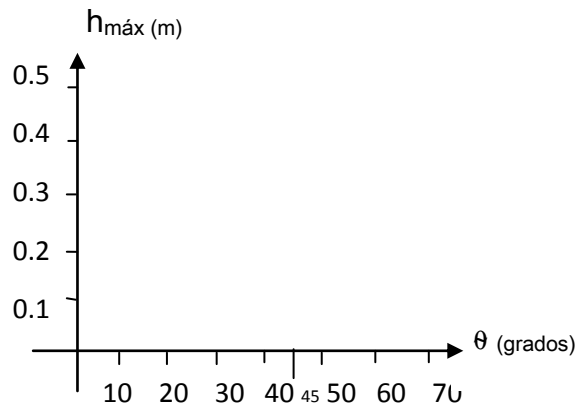

Figura 4. Gráfica de Ángulo θ contra $h_{\text{máx}}$.
13. Con los datos $h_{\text{máx}}$ y θ de la Tabla de Datos, haga una gráfica de θ contra $h_{\text{máx}}$. Ver la figura 4.